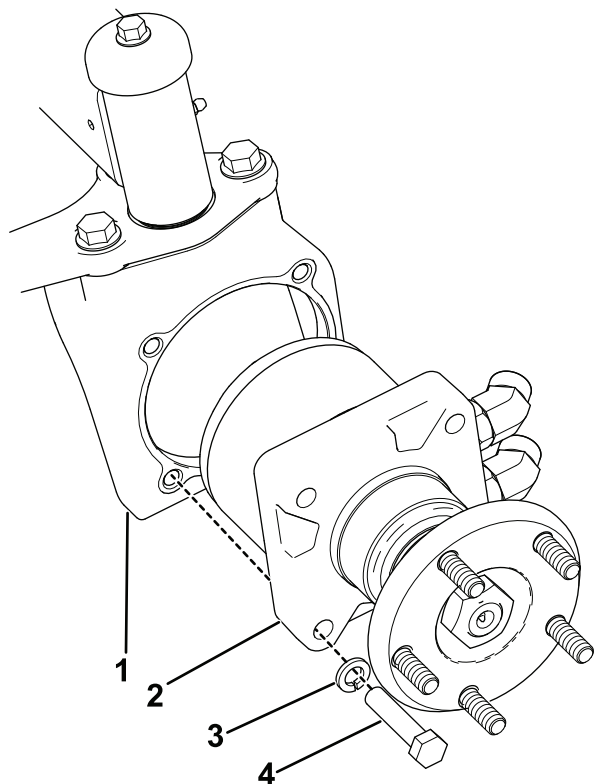

Figura 3
8. Monte o respetivo conjunto do motor da roda em cada caixa do motor da roda com 4 parafusos (½ x 2¼ pol.) e 4 anilhas de segurança (½ pol.), conforme mostrado na Figura 3. Aperte os parafusos com 108 a 136 Nm.